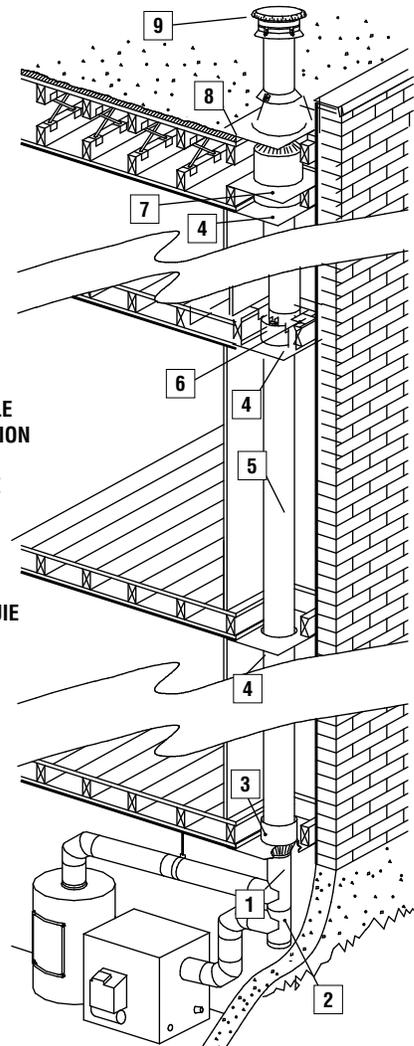

Figure 20
**Étape 4.** Installez, par dessous, un coupe-feu (FS+) dans chacun des planchers que la cheminée traverse (voir *figure 20*).